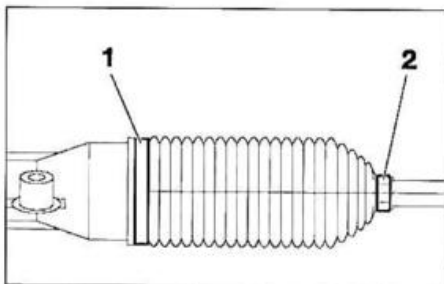

FIG. 3
- Desmontar las abrazaderas (1) y (2) (lado derecho) (fig. 3).